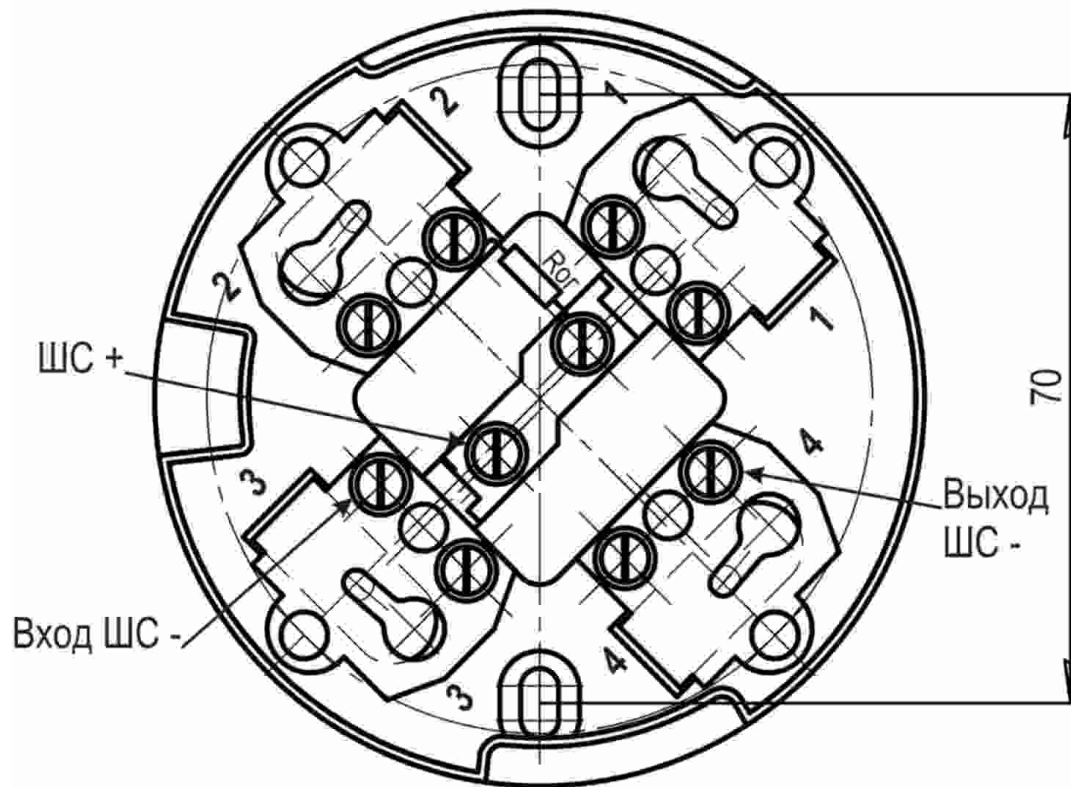
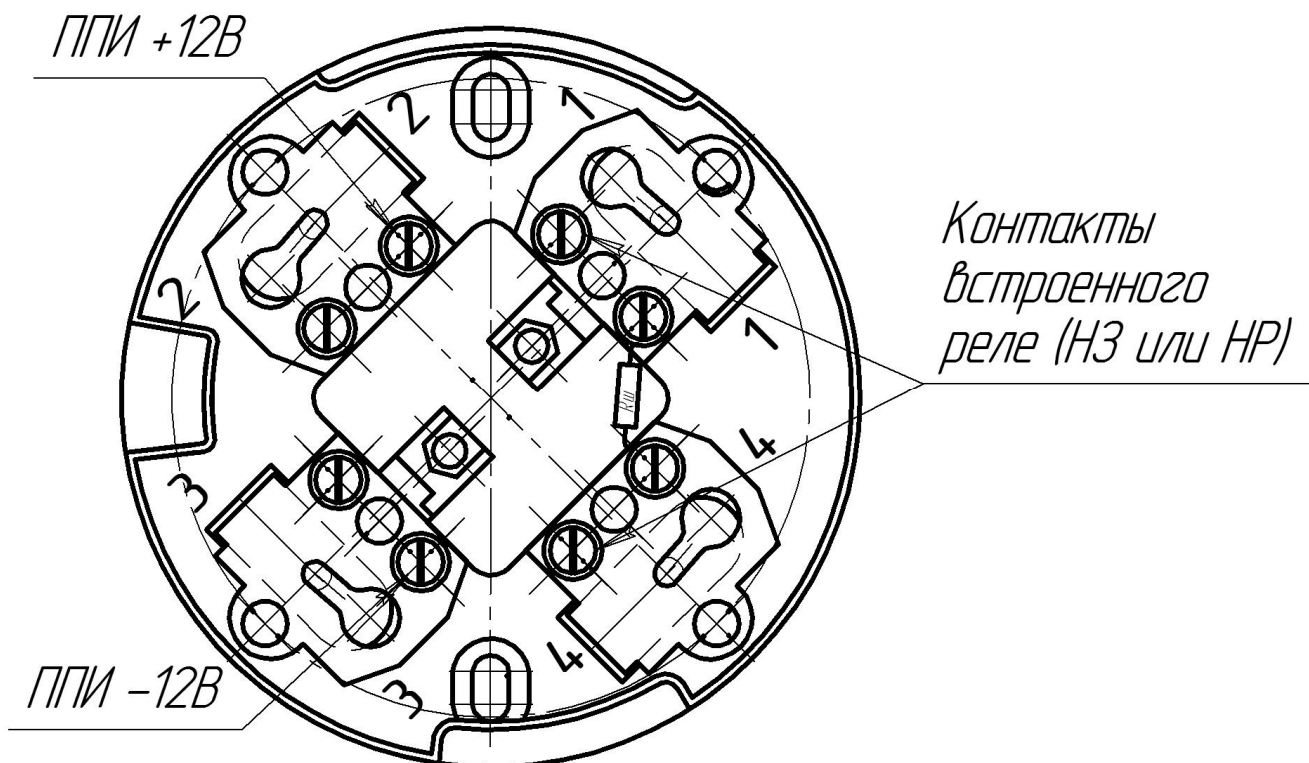

Рис. 2. Розетка извещателя. Общий вид и расположение контактов
Рис. 3. Назначение контактов для извещателей с релейным выходом.
6.4 Расположение и назначение контактов розетки для извещателей с бесконтактным выходом приведено на рис. 2, с релейным выходом – на рис. 3.
- разметить места установки дюбелей согласно рис. 2 или 3;